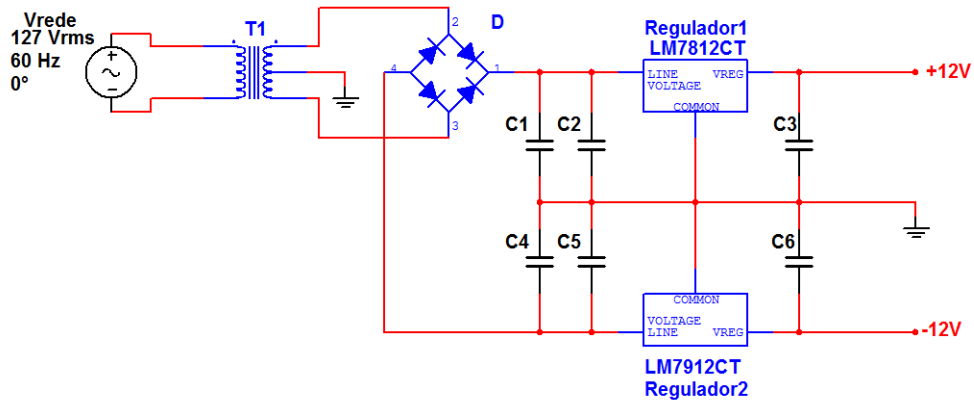

Figura 83: Fonte simétrica -12V+12V
- Monte a **fonte simétrica** apresentada na Figura 83.